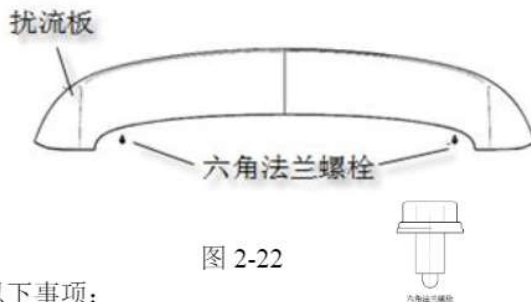

图 2-22
- (1) 打开行李箱盖，将行李箱护板拆掉；
- (2) 用 10# 套筒将 2 个六角法兰螺栓拆掉，如图 2-22 所示；
- (3) 沿大概垂直玻璃方向向外拉扰流板，使板用类卡扣脱离车身钣金，即完成扰流板的拆卸；
(4) 按照与拆卸相反的顺序安装扰流板。